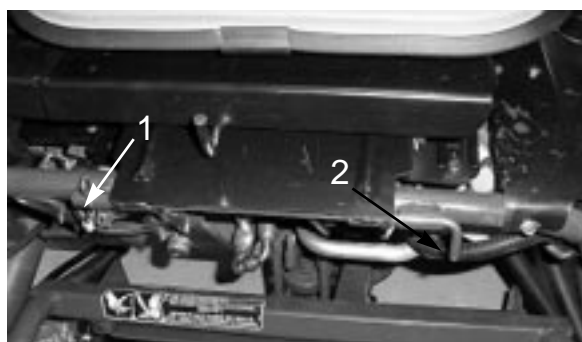

図 41
3. 座席を降ろし、回転軸を固定しているコッター・ピンを抜き取る（図41）。